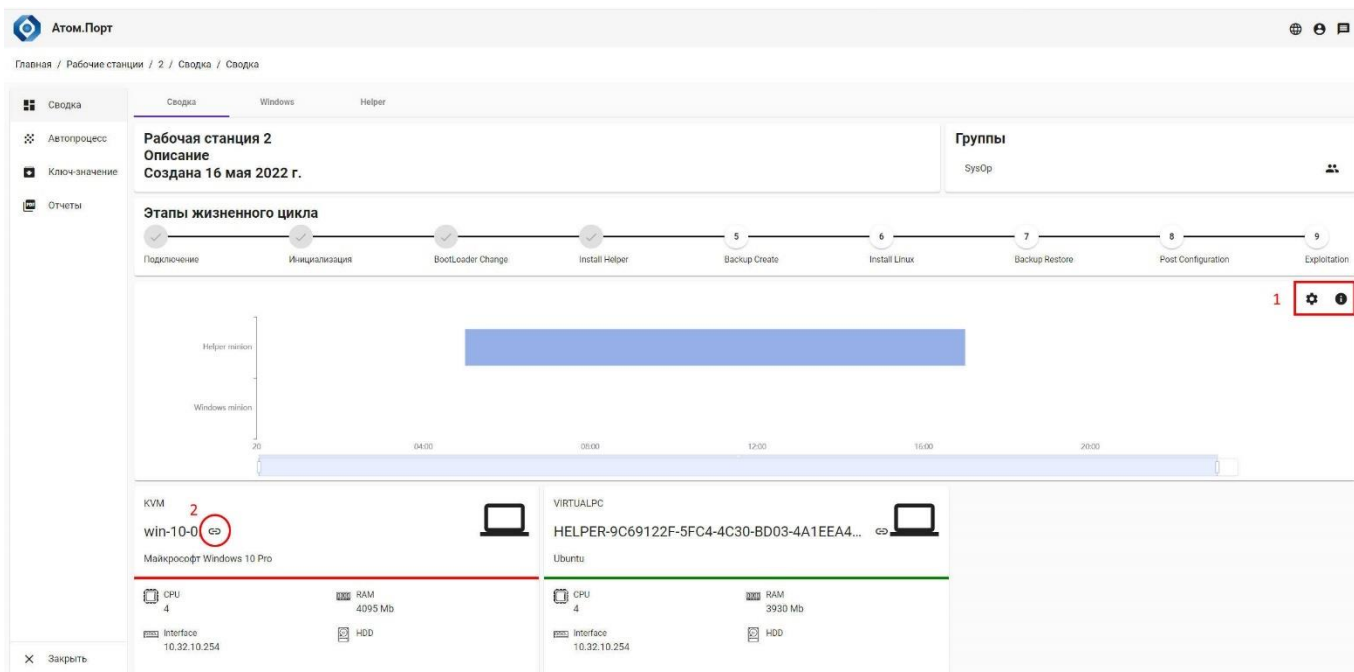

Рисунок 13 – Страница детальной информации о рабочей станции
2. На открывшейся странице детальной информации о рабочей станции в блоке «**Этапы жизненного цикла**» значком «✓» отмечены завершённые этапы, а порядковыми номерами – предстоящие (Рисунок 13).
3. В средней части страницы детальной информации о рабочей станции на диаграмме отображается информация о доступности рабочей станции. Справа над диаграммой размещена пиктограмма активации окна настройки временного интервала диаграммы и пиктограмма активации окна вывода исходных данных статистики доступности миньонов (Рисунок 13, поз. 1).
5. В нижней части страницы детальной информации о рабочей станции отображаются блоки с информацией, полученной от программных клиентов Системы – миньонов (Рисунок 13). При нажатии пиктограммы (Рисунок 13, поз. 2) происходит переключение на вкладку детальной информации миньона. Также переключение возможно посредством прямого выбора вкладки в верхней части окна.